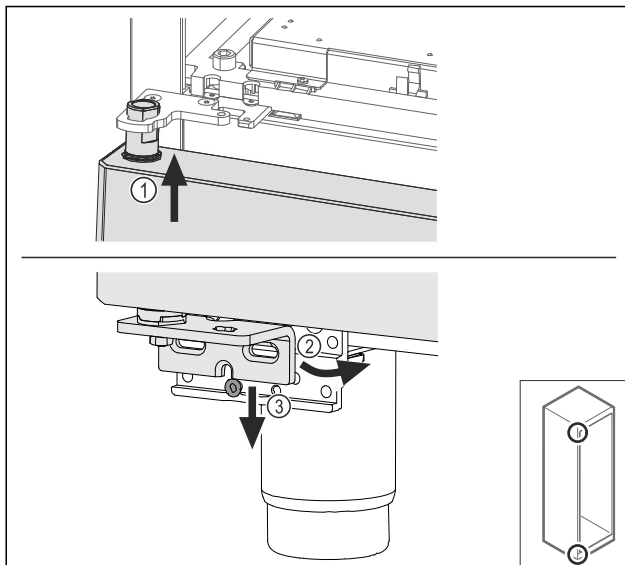

Fig. 64
- ▶ Før døren opppe inn lett vippt Fig. 64 (1), rett ut døren Fig. 64 (2) og sett den på lagerbukkskruen Fig. 64 (3) nede.